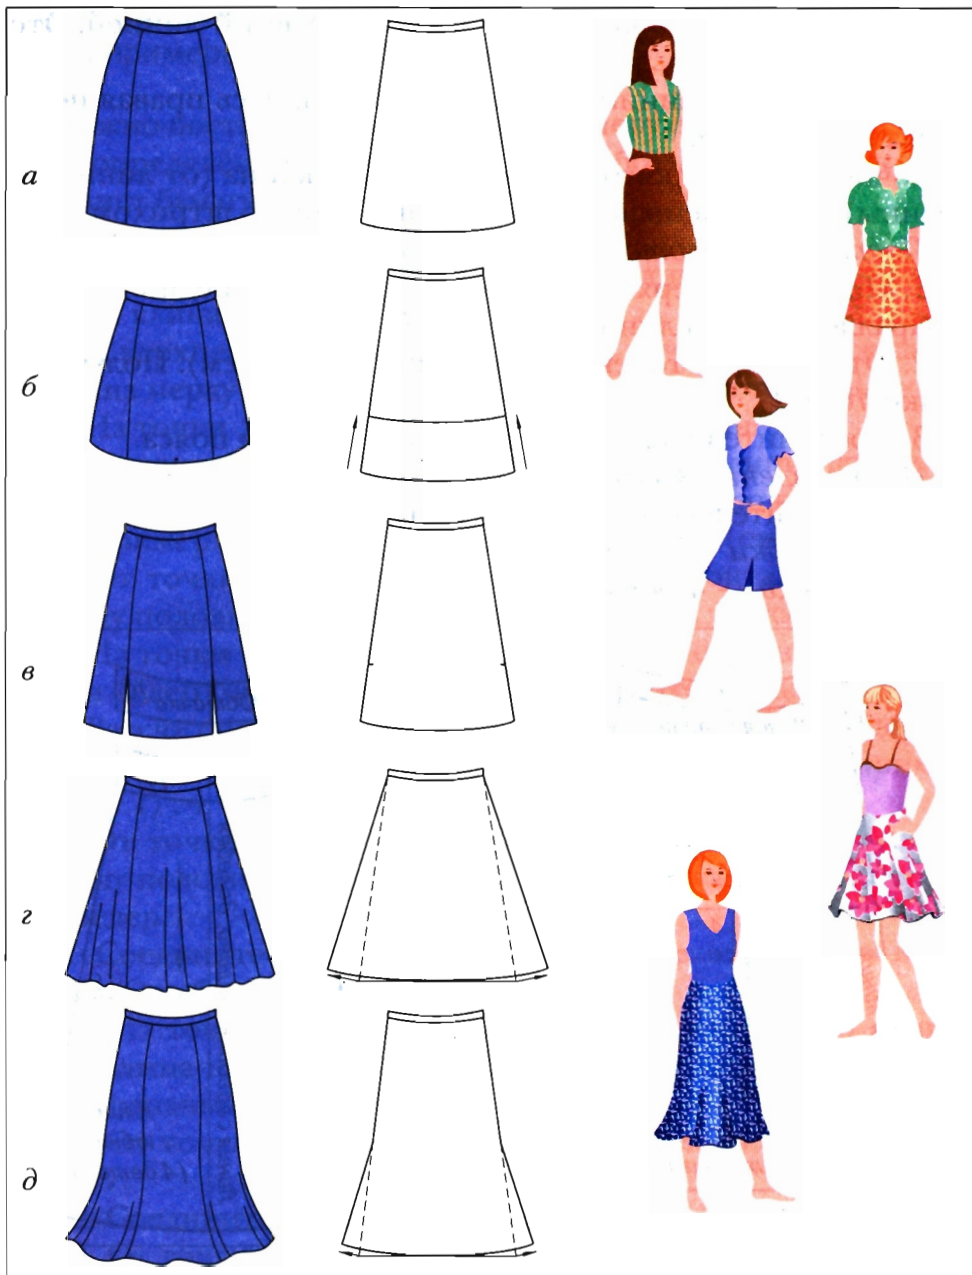

Рис. 16. Моделирование клиневой юбки
1. Новую длину юбки отложите от линии талии вниз по линии середины деталей и по боковой линии. Постройте новую линию низа (рис. 16, *б*).
2. Длину разреза в боковых швах отложите от линии низа вверх по боковым линиям (рис. 16, *в*). Разрезы могут быть скруглёнными.
3. Чтобы получить сильно расклешённую юбку, новую боковую линию постройте на продолжениях в обе стороны линии низа (рис. 16, *г*).
4. Если новую боковую линию построить от линии бёдер вниз, получится юбка *годé\** (рис. 16, *д*).